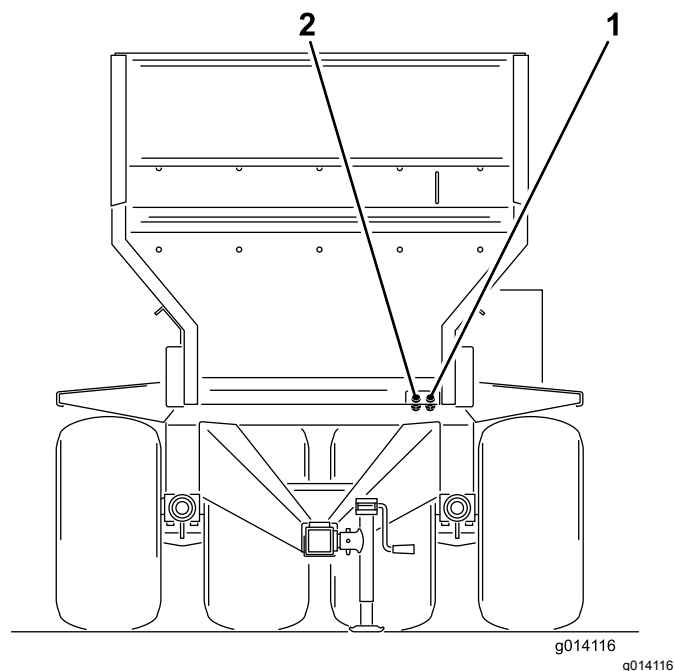

図 20
6. 本装置から出ている油圧ホース本を、牽引車両 に接続する。本装置の正面に向かって、右側の ホースを圧力側に接続し、左側のホースを戻り側 に接続する 図 20。インライン逆流防止バルブが 付いているのがリターン側ホースである。チェッ クバルブについている矢印を牽引車両側に向け て接続する。